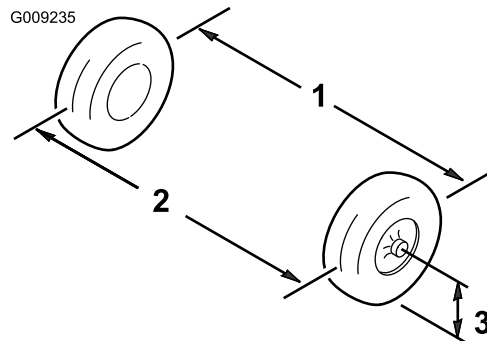

Figura 34
6. Mida la distancia entre los neumáticos delanteros a la altura del eje, en la parte delantera y trasera de las ruedas (Figura 34).